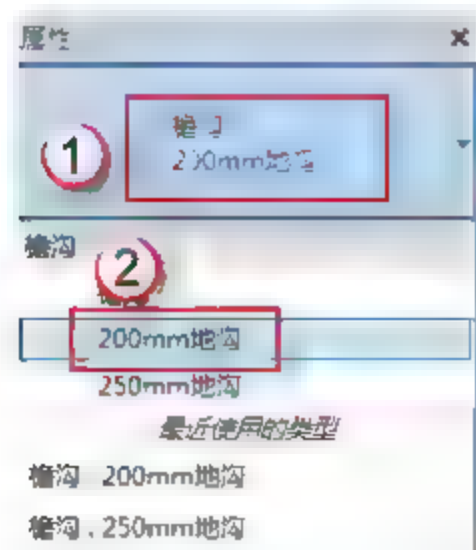
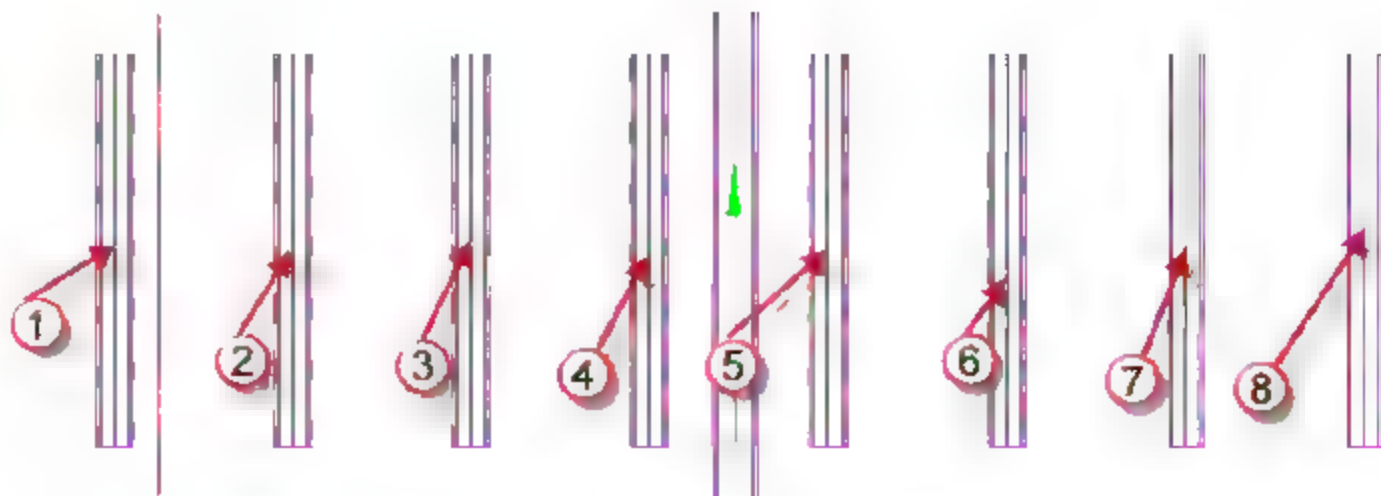

图 9.2.73 选择类型
图 9.2.74 拾取模型线
(29) 绘制“200mm 地沟”。选择“建筑”→“屋顶”→“屋顶:檐槽”命令,在“属性”面板中选择“200mm 地沟”族类型,如图 9.2.73 所示。然后逐一单击拾取前面绘制的“200mm 地沟”模型线,如图 9.2.74 所示。